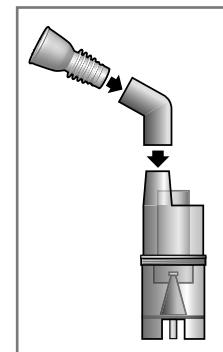

Рис. 2
- Присоедините мундштук для ингаляции к разъему в верхней части небулайзера (рис. 2). В зависимости от типа ингаляции, используйте либо мундштук, либо насадку для носа, либо маску.